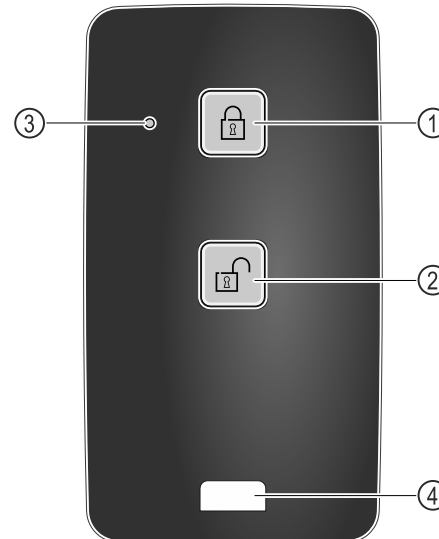

Fig. 245
- (1) Bloquear el cierre
- (2) Desbloquear el cierre
- (3) LED de estado
- (4) Anilla de fijación
- Pulsar el botón Fig. 245 (1) del mando a distancia.
- Pulsar el botón Fig. 245 (2) del mando a distancia.
- El LED de estado Fig. 245 (3) emite una señal visual al pulsarse el botón.
- Anilla Fig. 245 (4) para la fijación del mando a distancia, p. ej., en un llavero.